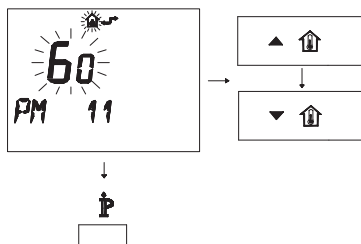

Figura 5.57
- Per modificare il SET programmato agire sui pulsanti ▲ **IP** o ▼ **IP** e aspettare che il numero programmato cominci a lampeggiare (Figura 5.57). Ogni passo incrementato o decrementato corrisponde a 1 secondi.